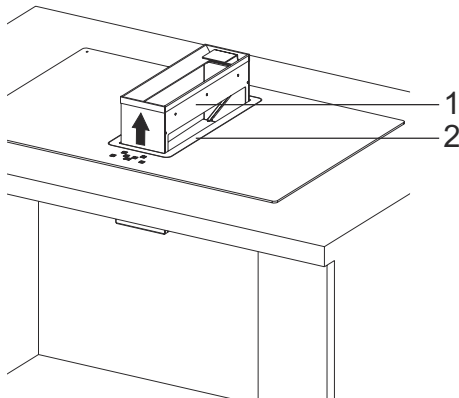

Fig. 6
13. For at sikre at væske og skidt ikke direkte ryger ind i motoren samles det i bunden af beholderen, som kan rumme begænset en mængde væske / skidt. (Fig. 6/2).
Løft beholderen og tag den ud af dens plads. (Fig. 6).